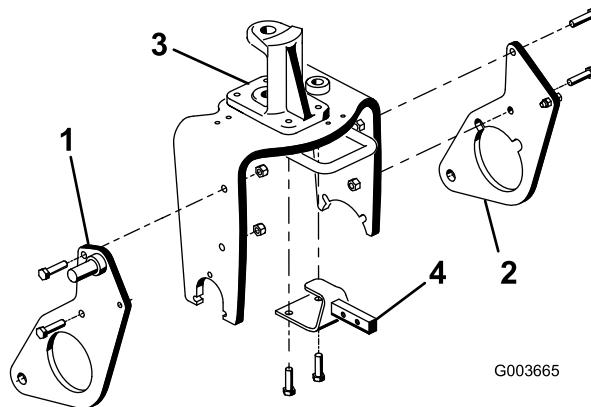

Figura 12
2. Repita este procedimiento con la chapa lateral izquierda (Figura 12).
4. Retire y deseche los 2 pernos que sujetan la parte delantera del pivote de dirección a la parte superior de la horquilla de la rueda giratoria (Figura 12).
5. Usando los taladros de montaje de la horquilla de la rueda y del pivote de dirección, Monte el soporte del bastidor de enganche a la parte inferior de la horquilla de la rueda con 2 pernos ($\frac{1}{2}$ " x $1\frac{3}{4}$ "); consulte Figura 12.
1. Monte provisionalmente la chapa lateral derecha en el lado derecho de la horquilla de la rueda giratoria con 2 pernos ($\frac{1}{2}$ " x 2") y contratuercas, según se muestra en Figura 12.